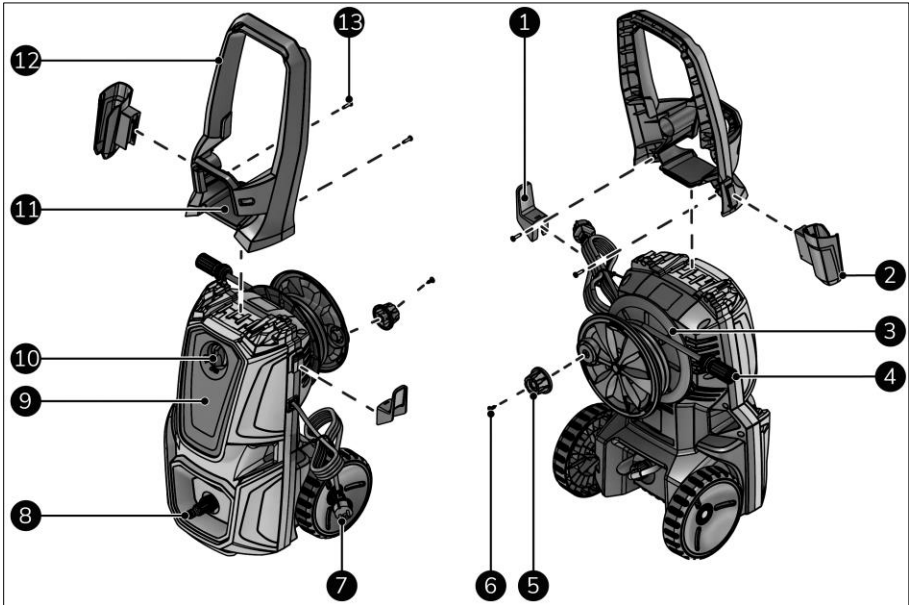

Abbildung 5
Dieses EUROM-Gerät ist ein einfach zu bedienender Hochdruckreiniger (Abbildung 5). Das Gerät ist für den Hausgebrauch konzipiert, wie z. B. die Reinigung von Fahrzeugen, Gebäuden, Terrassen, Fassaden und Gartengeräten. Das Gerät verwendet sauberes Wasser und kann mit biologisch abbaubaren chemischen Reinigungsmitteln verwendet werden.
1. Stellen Sie sicher, dass sich der Schalter EIN(I)/AUS(0) in der Position AUS(0) befindet (Abbildung 5, Pos. 10).
5. Schalten Sie das Gerät ein (Abbildung 5, Pos. 10).